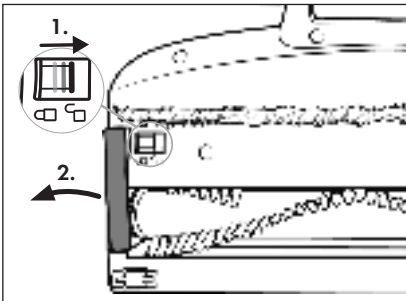

Abb. 24
- Reinigen Sie die Bürstenrolle (21) regelmäßig, um einen ordnungsgemäßen Betrieb des Gerätes zu gewährleisten und Ausfälle zu vermeiden.
- 1) Entfernen Sie die Bodenbürste (22) vom Saugrohr (24) bzw. vom Gerät (siehe Kapitel **Demontage des Gerätes**). Drehen Sie die Bodenbürste (22) um.
- 2) Entriegeln Sie die Bürstenrolle (21), indem Sie die Bürstenrollenentriegelung (19) mit dem Finger in Richtung des Symbols schieben. Entfernen Sie dann den Bürstenrollenhalter (20) von der Bodenbürste (22) (siehe Abb. 24).